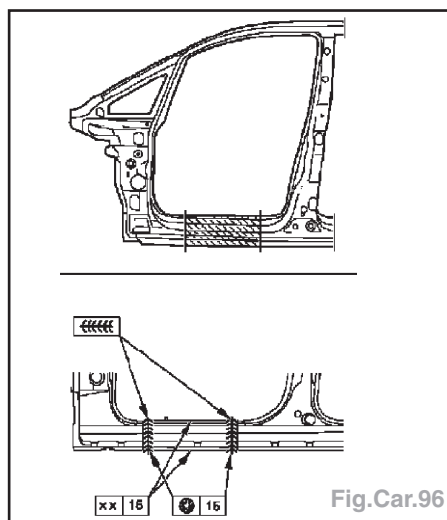

Fig.Car.96
- Déposer les pièces rapportées (Fig.Car.96).